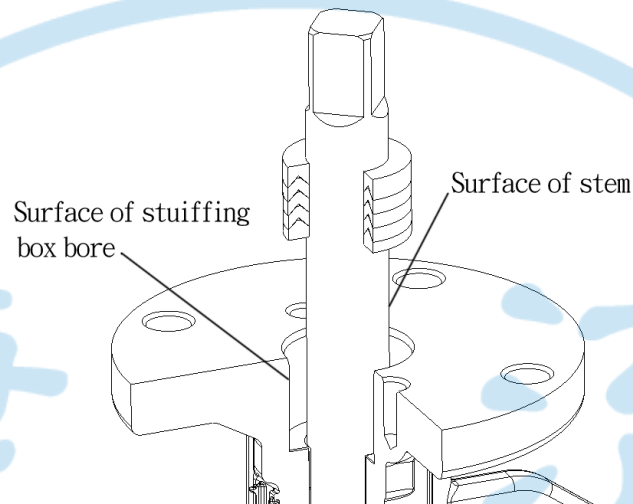

Fig.12
12.3 檢查閥軸表面及填料箱的內孔表面，也就是說與迫緊環接觸的表面必須光滑無瑕疵(Fig.12)。如果有小瑕疵必須用細砂紙磨平，如果有很多刮傷，請通知捷流閥業股份有限公司(02)2269-8000。